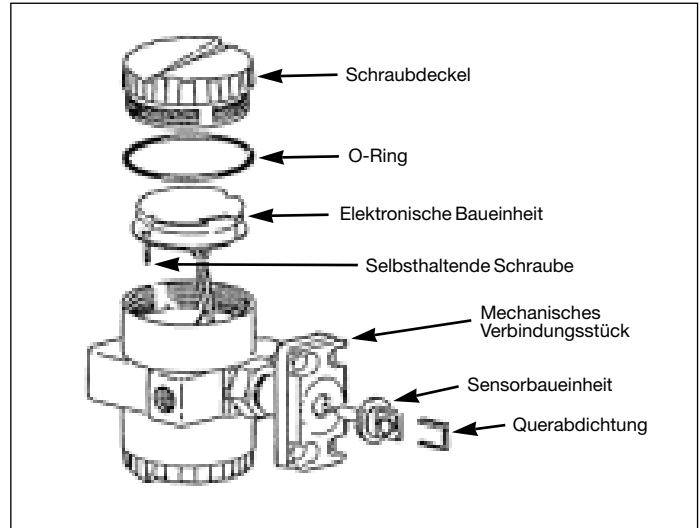

Abbildung 30. Elektronikgehäuse/mechanisches Verbindungsstück
- Sensor aus dem mechanischen Verbindungsstück herausschieben. Siehe Abbildung 30.